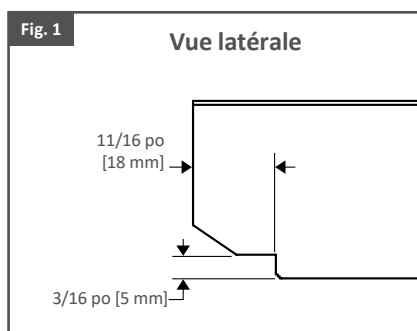

Fig. 2
2. Prépercez les trous pour les ferrures à l'aide d'un foret de 3/16 po [5 mm], comme illustré à la fig. 2.
2. Coupez les panneaux à l'aide d'une scie alternative, comme illustré à la fig. 2.
2. Utilisez les cisailles de ferblantier pour couper, comme illustré à la fig. 2.